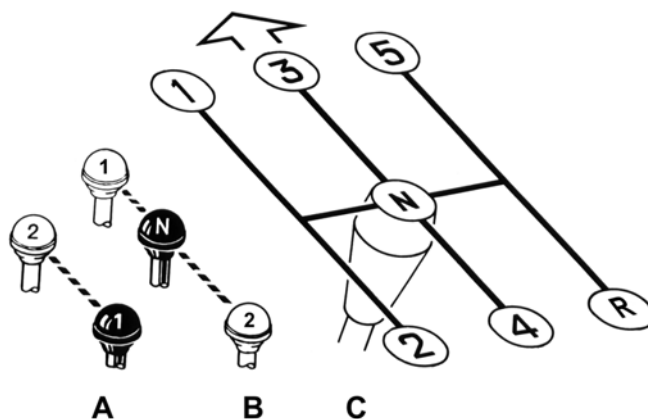

Рис. 5.18. Схема положения рычагов:
**20 – рычаг переключения передач раздаточной коробки.** Схема переключения см. рис. 5.18.
**22 – рычаг включения блокировки межосевого дифференциала раздаточной коробки** (для автомобилей с колесной формулой 4x4 и постоянным полным приводом). Схема включения см. рис. 5.18.
– **рычаг включения переднего моста** (для автомобилей с колесной формулой 4x4 и подключаемым полным приводом). Схема включения см. рис. 5.18.